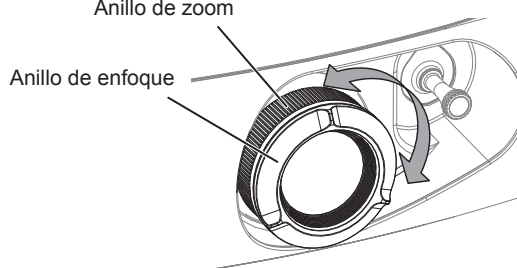

Figura 2
- 5) **Ajuste el zoom y el enfoque. (Figura 2)**